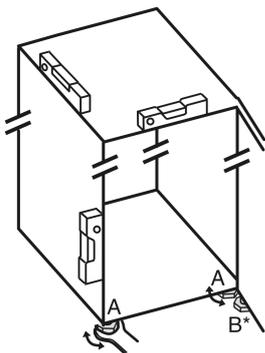

Fig. 8
- ▶ Atornillar las patas regulables Fig. 8 (A) con la llave fija adjunta y un nivel de burbuja hasta que el electrodoméstico quede bien alineado y nivelado.
- ▶ Desenroscar la pata regulable Fig. 8 (B) en el soporte de cojinete con la llave fija adjunta hasta que se pose en el suelo.
- ▶ Girar la pata regulable Fig. 8 (B) 90° más.